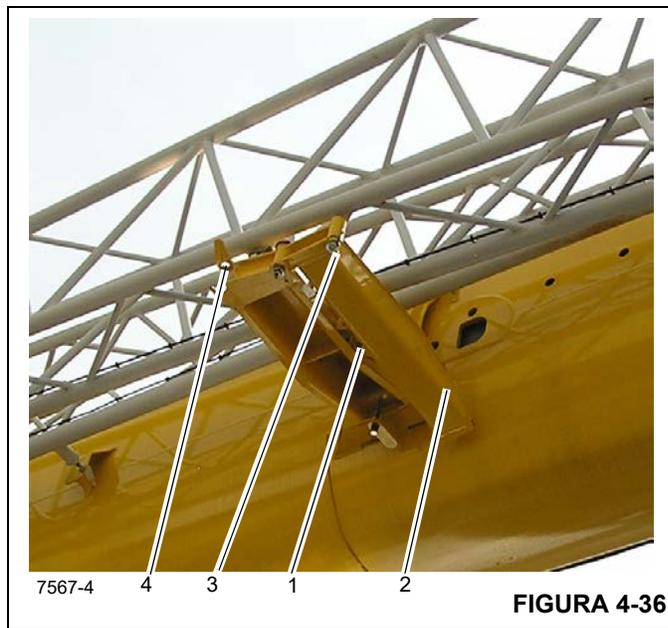

FIGURA 4-36
- a. Dirija el cable guía alrededor del extremo de la extensión y a través de una escuadra (4) en la pluma principal y de vuelta.
4. Suelte el pestillo de resorte (1) (Figura 4-36). Despliegue el riel guía (2) hasta que el pasador de bloqueo (3) enganche la pestaña (4).